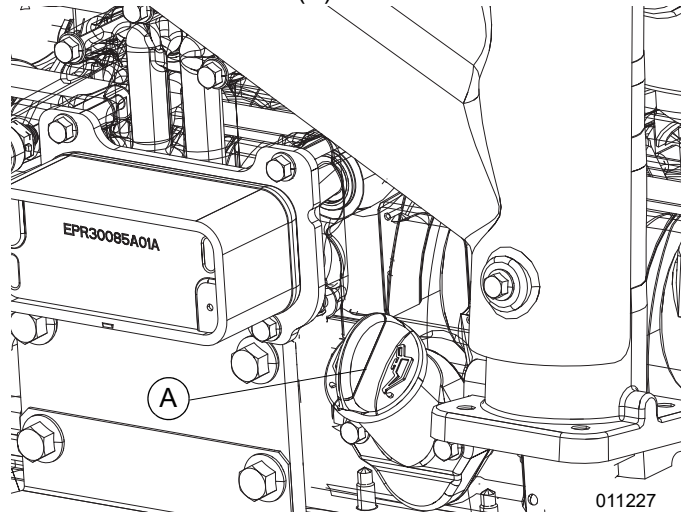

Figura 5-7. Ubicación de la varilla de nivel de aceite
6. Consulte la Figura 5-7. Retire lentamente la varilla de nivel de aceite (A).